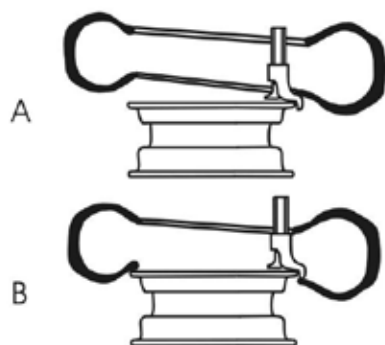

Fig.22
- Réglez la position relative entre le pneu et la tête de montage comme fig. 22-A;
- Au début de la tête, le talon du pneu doit être placé sous la protubérance de boule de la tête. (comme fig.22-B).